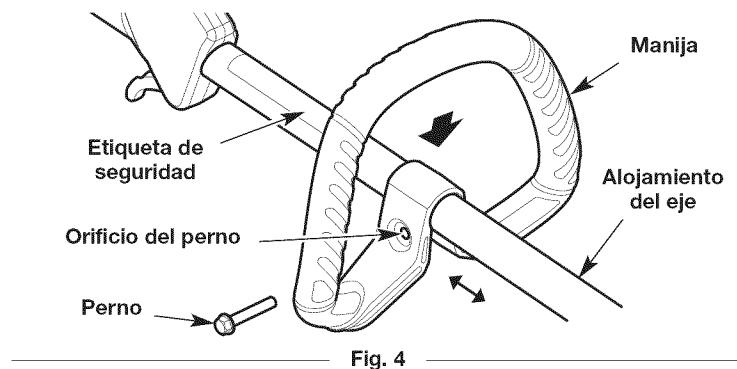

Fig. 4
- Oprima la manija hacia abajo sobre el alojamiento del eje (Fig. 4). Asegúrese de que el orificio del perno mire hacia la derecha (Fig. 4).
- Inserte el perno en el orificio del perno y oprímalos para que pase a través de él (Fig. 4). Ajuste el perno con un destornillador de cabeza plana, pero no lo ajuste completamente.
- Mantenga la unidad en posición operativa (Fig. 17) y mueva la manija hasta una ubicación confortable (Fig. 4). Compruebe que la manija esté ubicada más allá del extremo de la etiqueta de seguridad (Fig. 4).
- Afloje el perno con un destornillador de cabeza plana (Fig. 4).